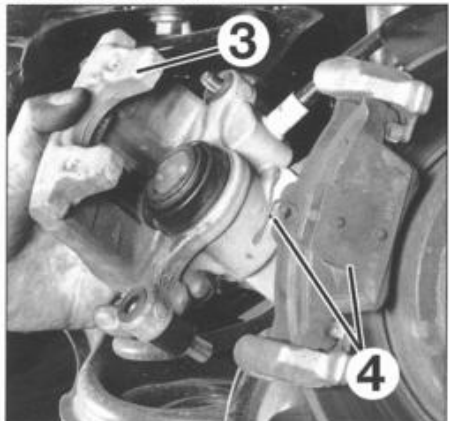

FIG. 16
- Separar la pinza de freno (3) (fig. 16).
- Recuperar las pastillas de freno (4) que han quedado en el soporte de pinza.